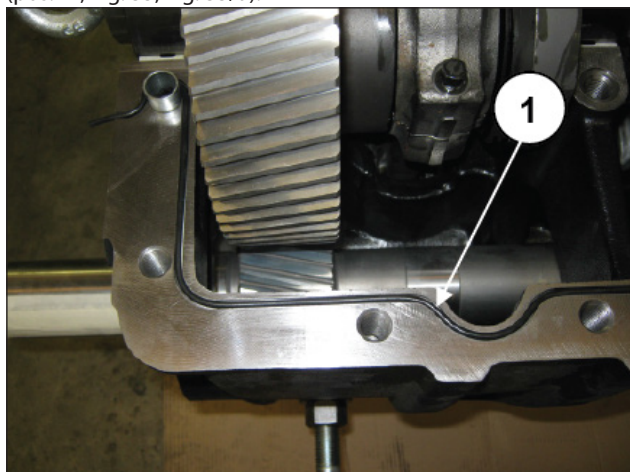

Fig. 35
Desmontar todas las juntas tóricas de los alojamientos de la superficie del cárter delantero y sustituirlas si es necesario (pos. ①, Fig. 35, Fig. 35/a).